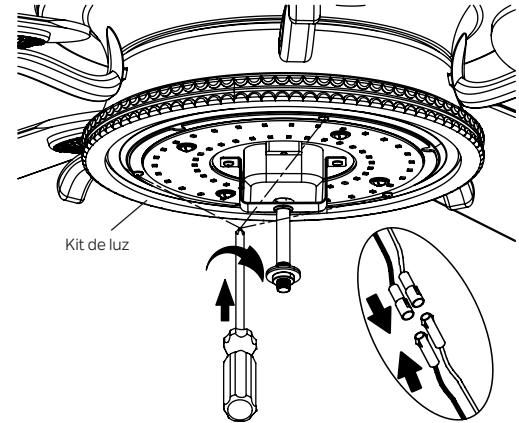

Figura 24
**Paso 1.** Sostenga el kit de luz LED en la placa de luz, luego conecte los dos conectores de una clavija del kit de luz a los dos conectores de una clavija del conjunto del motor. Conecte el cable negro con el cable negro y el cable blanco con el cable blanco. Fije el kit de luz a la placa de luz y apriételo firmemente con tres (3) tornillos del paquete de tornillos (Figura 24)